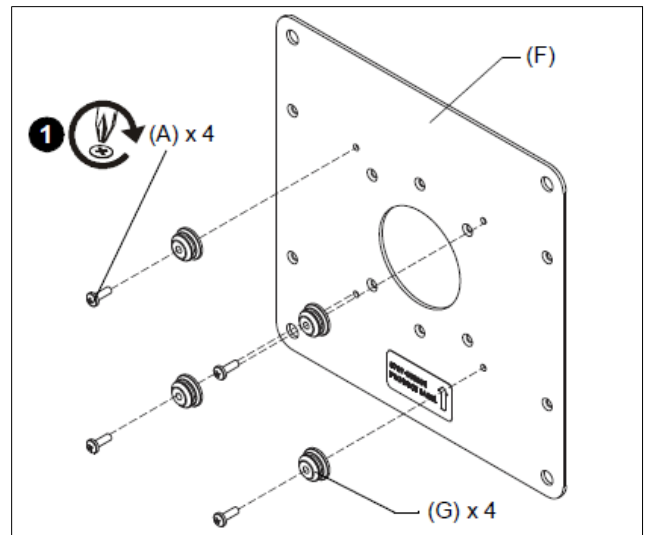

図7
まず、図7のように (G) マウンティングボタンをブラケットに取り付けてください。